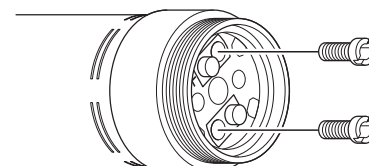

Fig. 12
- 2) Utilisez un tournevis plat pour retirer les vis fixant le balai de charbon (Fig. 12).